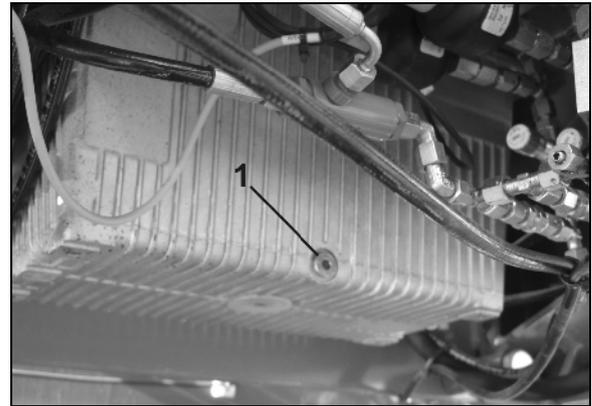

Fig. 140
1. Colocar un recipiente adecuado debajo del tornillo de purgado (Fig. 140/1) (capacidad volumétrica mínima 35 litros).